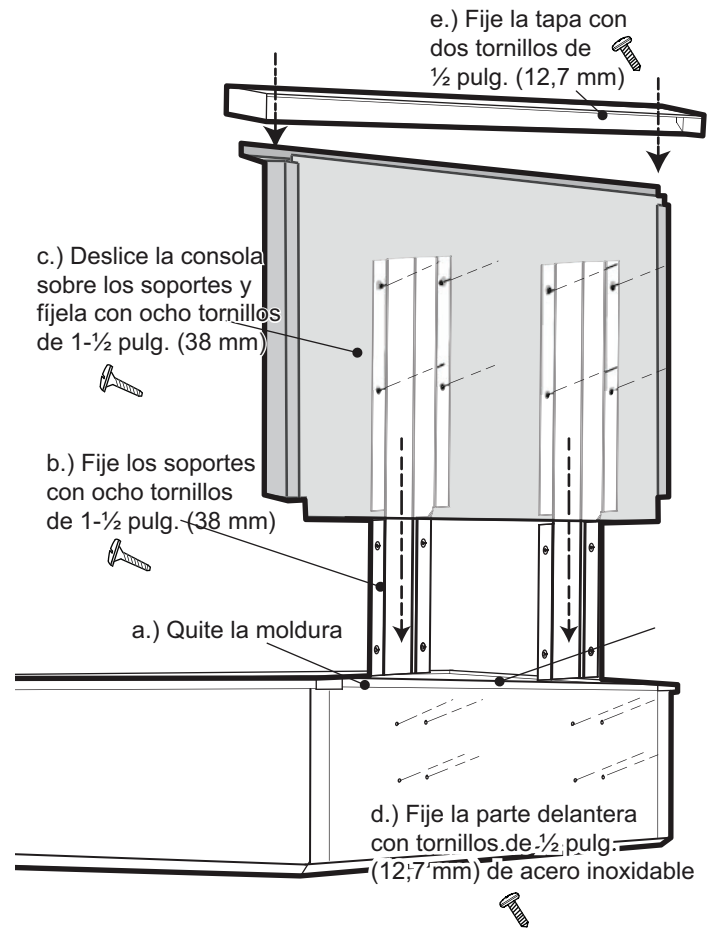

Figura 12: La consola trasera baja
- a. Según el modelo, quite los tres o cuatro tornillos de acero inoxidable proporcionados con la moldura para isla. Quite los dos tornillos que sujetan la pieza al panel trasero. Levante la moldura para isla para quitarla (A, *Figura 12*).
- b. Deslice los soportes entre los dos paneles traseros de los armazones de las estufas. Fije cada soporte con cuatro tornillos de 1½ pulg. (38 mm) (B, *Figura 12*).
- c. Deslice la consola trasera sobre los dos soportes de la parte trasera de la estufa. Fijela con ocho tornillos de 1½ pulg. (38 mm) (C, *Figura 12*).
- d. Fije la parte delantera de la consola trasera a la estufa con tres o cuatro tornillos e ½ pulg. (12,7 mm) (D, *Figura 12*).
- e. Coloque la tapa de la consola trasera en la parte superior y fijela con dos tornillos de ½ pulg. (12,7 mm) (E, *Figura 12*).